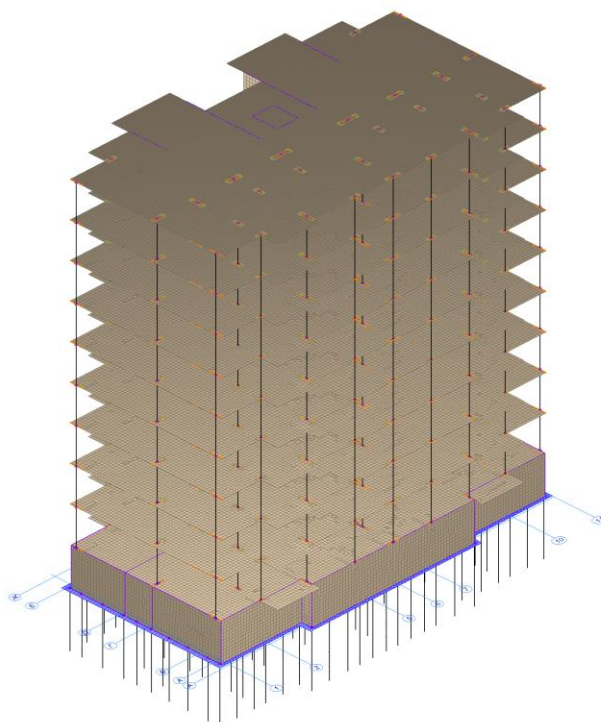

Рис.14.35. Расчетная модель с пересечениями и триангуляцией
- Расчетная модель с триангуляцией выглядит следующим образом (рис.14.35).